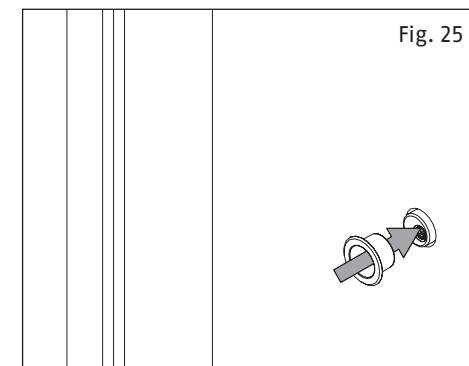

Fig. 25
3. Applicare la rosetta del cilindro sul lato esterno della porta, premendo saldamente (Fig. 25).